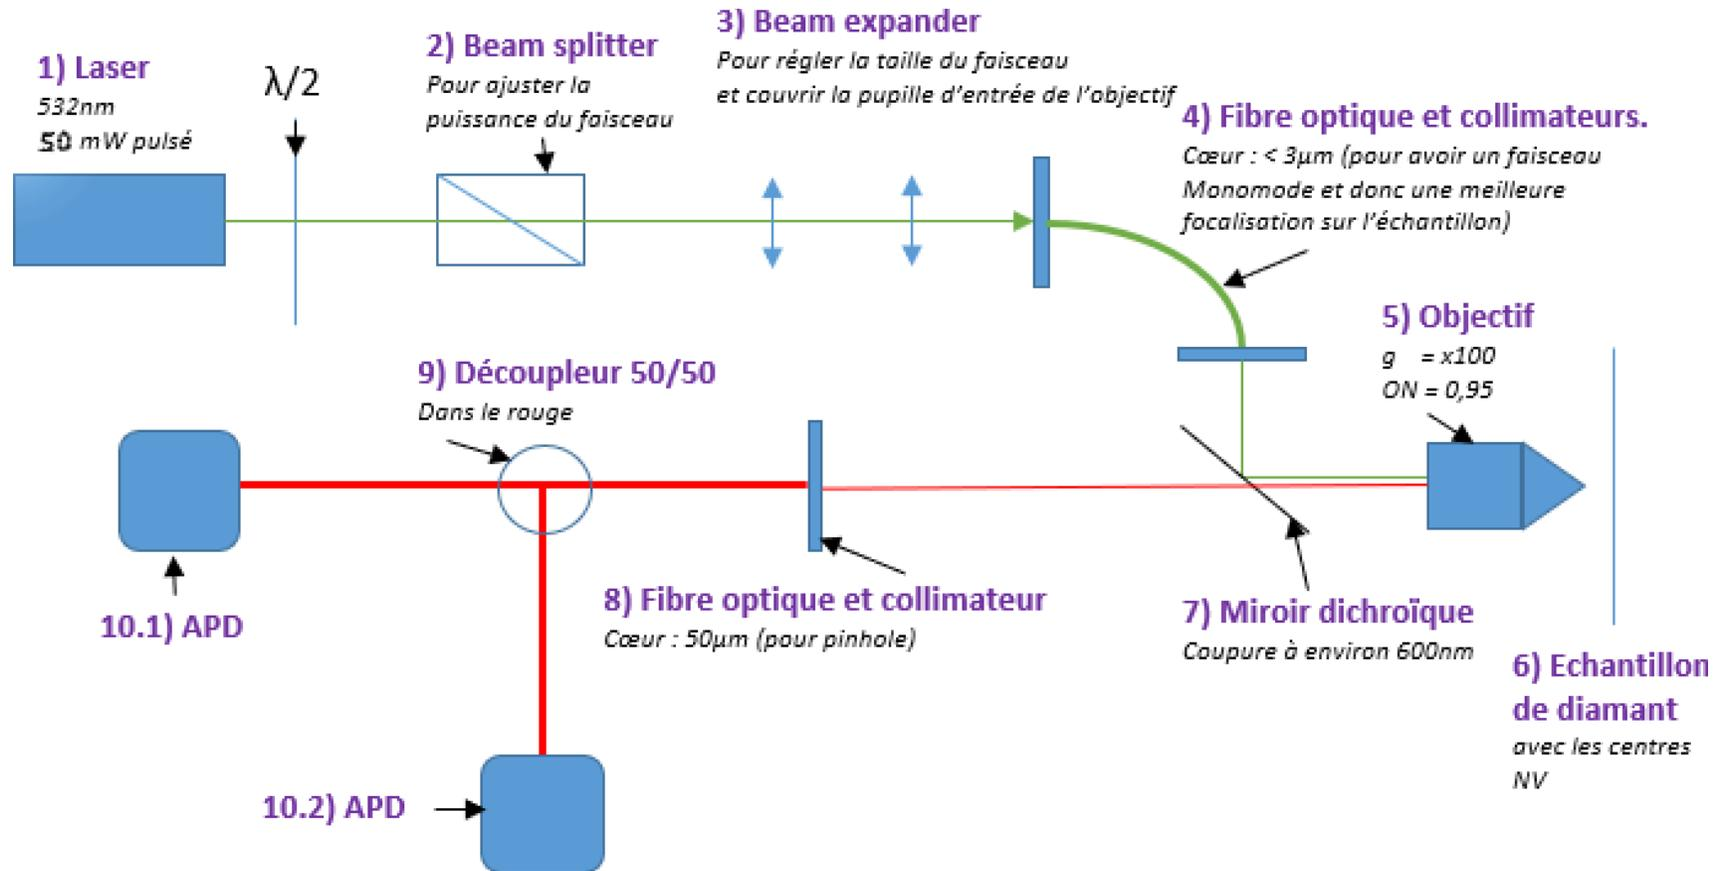

Figure 3 : Schéma du montage
- Le laser va permettre d'exciter l'échantillon. L'échantillon est fluorescent à 532nm et émet à 680 nm(Figure 3), c'est pourquoi le Laser a une longueur d'onde de 532nm